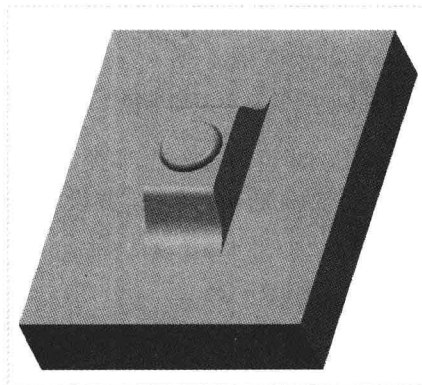

图 6-67 图形文件
Step 01 按【Ctrl+O】组合键,打开图形文件,如图 6-67 所示。